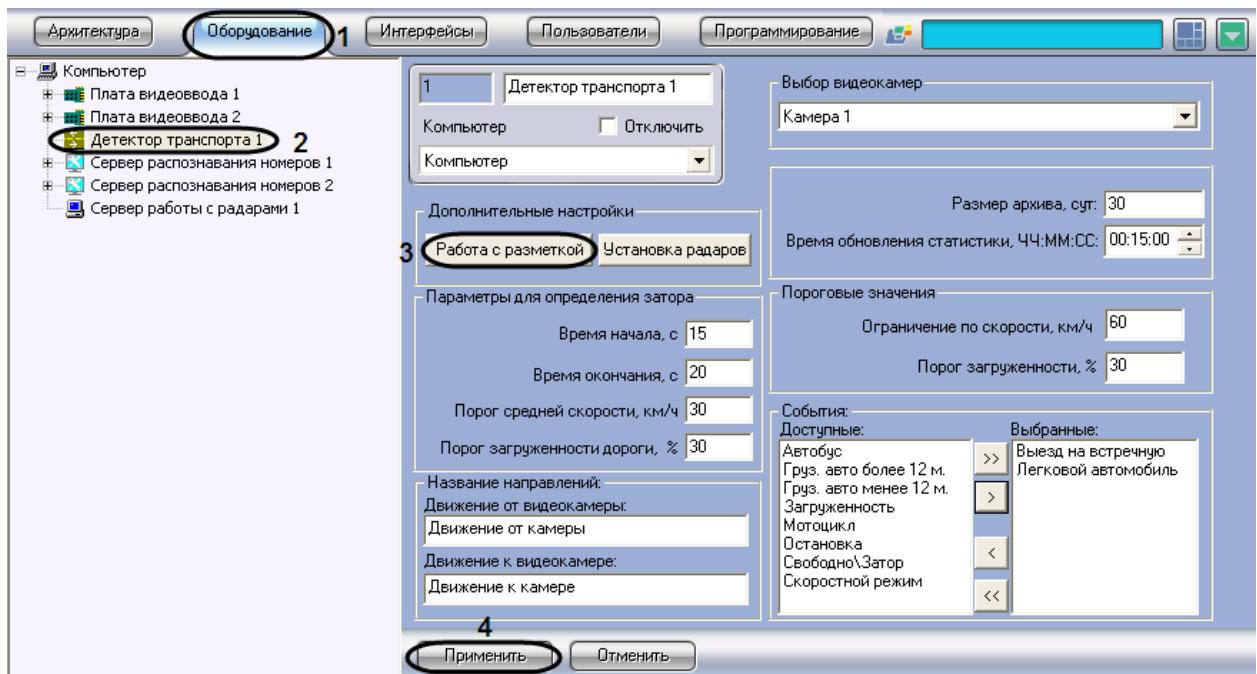

Рис. 7.4—13. Экспортирование файла, содержащего параметры разметки
4. Нажать кнопку «Применить» (см. Рис. 7.4—11, 4).
3. Нажать на кнопку «Работа с разметкой» и выбрать пункт «Экспорт разметки» (см. Рис. 7.4—13, 3).